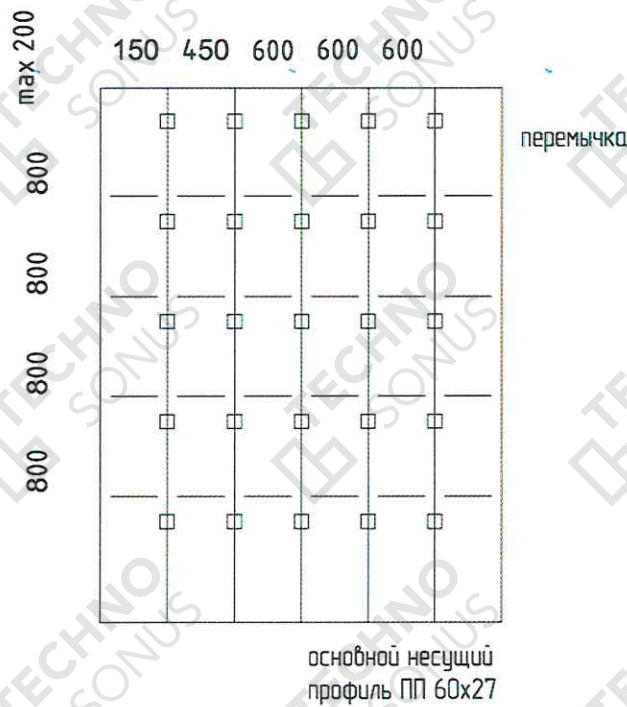

Рисунок 21 – Схема расположения виброподвесов
6.4. В соответствии с разметкой крепим на изолируемую поверхность виброподвесы Сонокреп ЕП 20/30/М6 с помощью фиксирующих крепежных элементов (фиксирующие крепежные элементы подбираются самостоятельно в зависимости от состава изолируемого основания, функциональности помещения и требований к безопасности). Первый виброподвес устанавливается от стены на расстоянии 150 мм вдоль которой будет крепиться основной (несущий) профиль, от перпендикулярной стены отступаем не менее 200 мм. Следующий ряд виброподвесов устанавливается через 450 мм от первого ряда. Далее шаг профилей 600 мм параллельно основным профилям. Шаг виброподвесов 800 мм по основному профилю. На перемычки виброподвесы не устанавливаются (смотри рисунок 21).